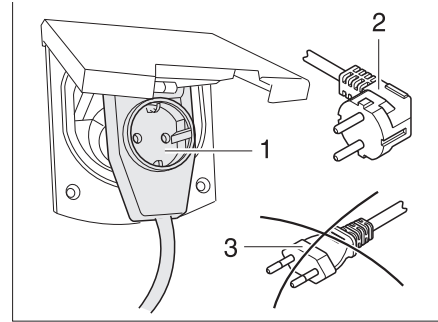

Fig. 284 Conexión a un conector con salida lateral del cable con caja de enchufe
- ▶ Al utilizar un acoplamiento acodado CEE 17, con caja de enchufe incorporada en el lado trasero (Fig. 284,1), emplear únicamente un conector IP 44 de goma impermeable, con contacto protector (Fig. 284,2). No utilizar conector sin contacto protector (Fig. 284,3). ¡Peligro de electrocución!